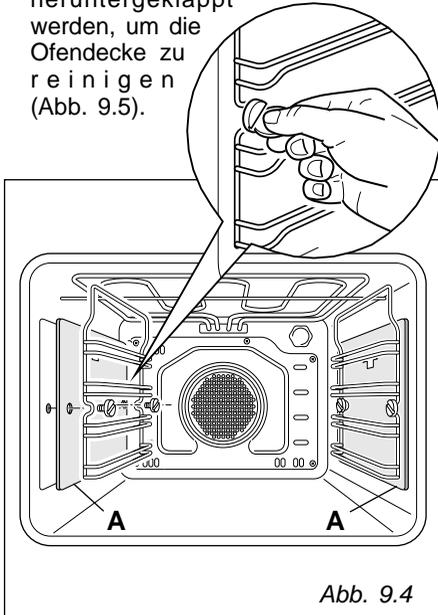

Abb. 9.4
- Bei den Modellen wo dies vorgesehen ist, die selbstreinigenden Tafeln "A" mit dem Pfeil nach oben dazwischen montieren (Abb. 9.4).
- Die Befestigungsschrauben abschrauben und von den Ofenwänden die seitlichen Rahmen und die selbstreinigenden Tafeln, wenn vorhanden, abnehmen (Abb. 9.4).